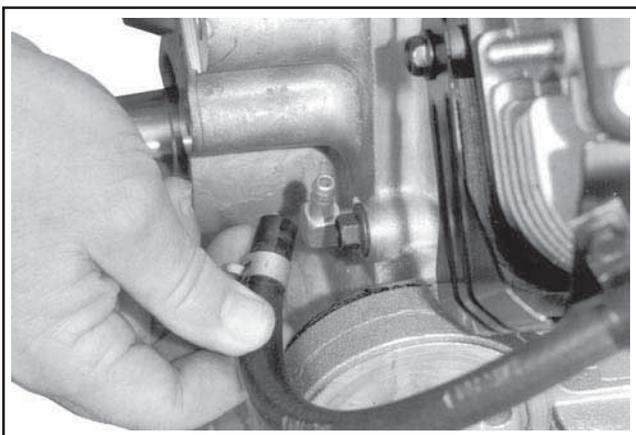

Figure 9-16. Déconnexion du tuyau à impulsions du carter moteur.
2. Déconnecter le tuyau à impulsions (à vide) du carter moteur ou du cache-soupape dans les modèles précédents. Voir les Figures 9-16 et 9-17.